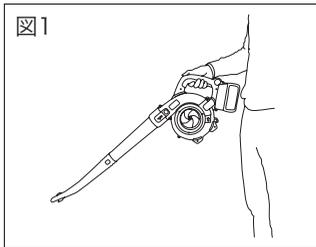

図1
- (1) 図1のように、先端ノズル、中間ノズル、本体接続ノズルの凸部と凹部分の位置を合わせ力強く押し込み接続します。
- (1) 図1のように本体を保持します。